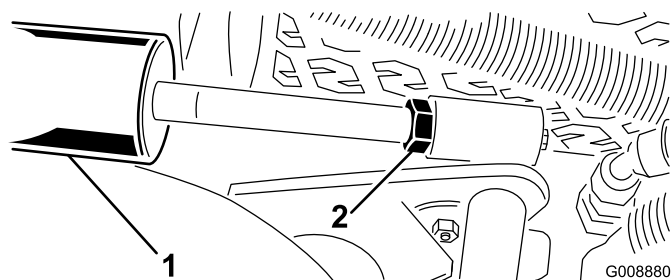

Bild 14
- A. Senken Sie die Mähwerke ab und drehen Sie die Klemmmutter am Zylinder heraus (Bild 14).